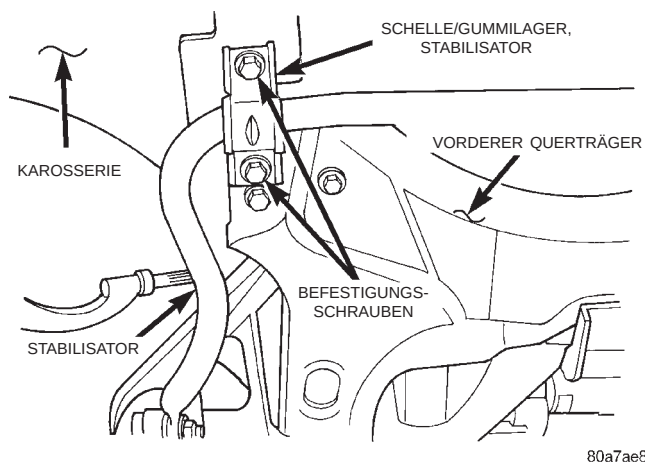

**Abb. 12 Schellen des Stabilisators am Unterboden**
(10) Die Schellen des Stabilisators vom Unterboden abschrauben (Abb. 12). Die Schellen des Stabili-
sators am vorderen Querträger (Abb. 12) brauchen nicht abgeschraubt zu werden.
(13) Die beiden Schrauben der Stabilisatorschellen am Unterboden eindrehen (Abb. 12) und festziehen.